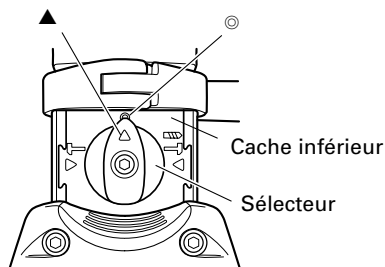

Fig. 8
- (2) Pour fixer la position de travail d'outils tels que ciseau à froid, etc.
- (a) Tirer sur le sélecteur, libérer le verrouillage et le tourner. Aligner ▲ du sélecteur sur ◎ sur le dessous, comme indiqué à la Fig. 8.